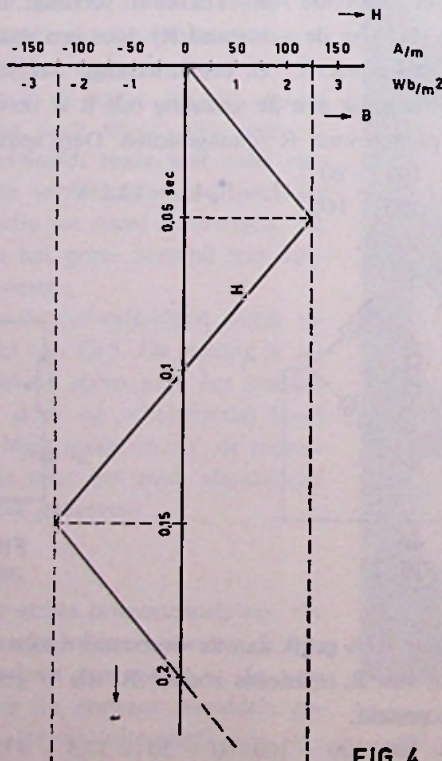

FIG. 4
3. Bij het doorlopen van het gedeelte I van de hysteresislus verandert de magnetische inductie van $B = 3$ tot $B = 2$ Wb/m². Daar de doornede van de kern 10 cm² is, verandert de flux van $3 \cdot 10^{-3}$ tot $2 \cdot 10^{-3}$ Wb. Volgens fig. 4 gebeurt dit in 0,05 sec. De fluxverandering per seconde is dus $(3 \cdot 10^{-3} - 2 \cdot 10^{-3})/0,05 = 2 \cdot 10^{-2}$ Wb/sec. Bij een constante fluxverandering wordt in de spoel een constante spanning geïnduceerd, die gelijk is aan het aantal windingen maal de verandering per seconde van de flux. In dit geval is dit $1000 \times 2 \cdot 10^{-2} = 20$ volt.